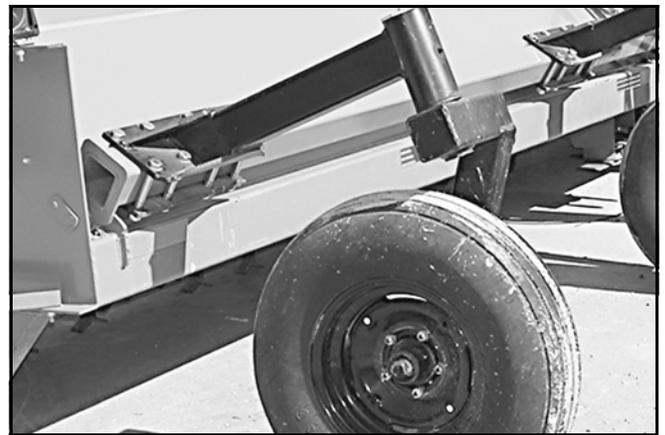

Figura 33. Posicionamento do conjunto da roda
8. Deslize o conjunto ao longo do tubo da estrutura até a nova posição (consulte a Figura 33).